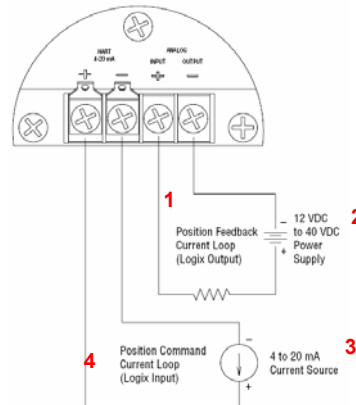

Рисунок 23. Схема питания платы аналогового выхода.
Цифровой позиционер Logix 3200IQ может иметь плату для формирования аналогового сигнала обратной связи по положению штока. Плата, поставляемая по запросу, устанавливается по месту. Плата аналогового выхода 4-20 мА подключается последовательно к источнику питания на 12,5 – 40 В постоянного тока (см. рис. 23). Основные характеристики этой платы будут следующие:
10. Установите соединительную электропроводку между платой аналогового выхода и интерфейсом пользователя. (см. рис. 23.)